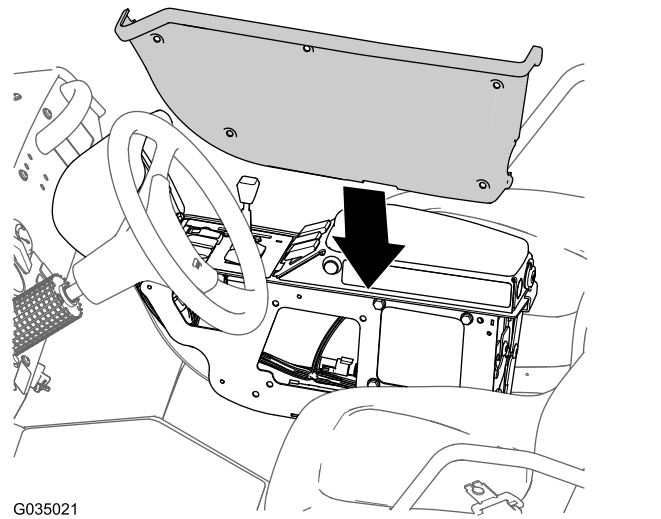

Figure 119
6. Placez le couvercle que vous avez retiré à l'opération 3 de Acheminement du faisceau de câblage du circuit de coupure de la pompe de pulvérisation \(page 54\) devant le côté gauche de la console centrale (Figure 119).